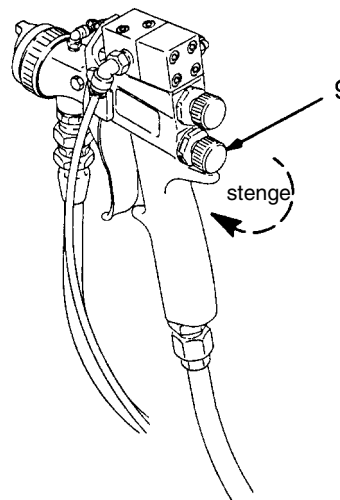

Fig. 11
- D. Hvis det behov for ytterligere strømningsreduksjon på pistolen, skru væskejusteringsskruen (9) med urviseren for å redusere volumet av lim som sprøytes ut. Se Fig. 11.